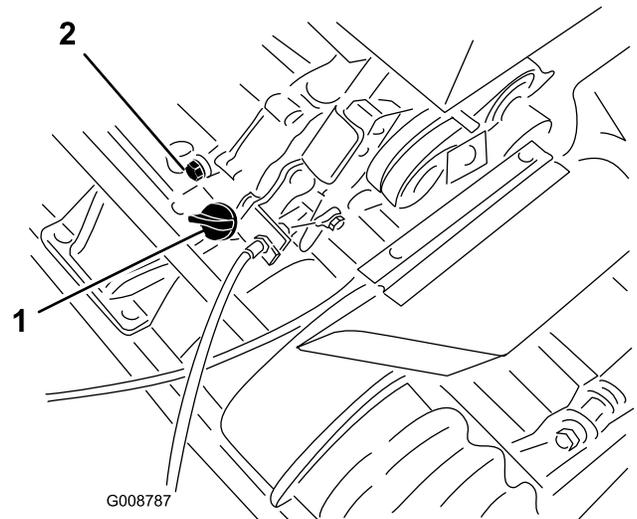

Figura 23
1. Coloque o cortador de maneira a que o motor esteja nivelado e limpe à volta o medidor do nível de óleo (Figura 23).
2. Coloque um recipiente de drenagem na traseira da máquina, debaixo do tampão de escoamento (Figura 23).